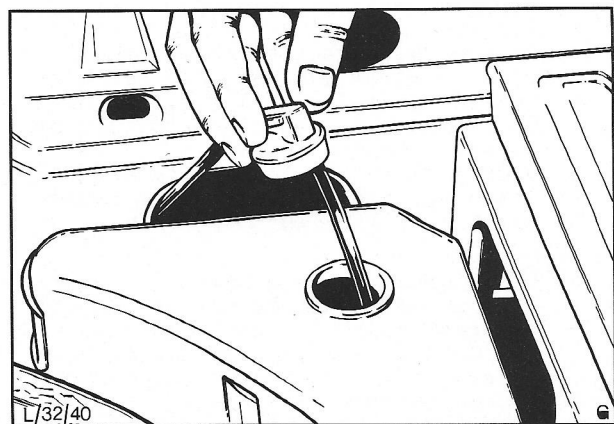

Fig. 44. Vuldop van het achterste reservoir verwijderen
2. Neem de vuldop en de slang van het reservoir. Fig. 44.